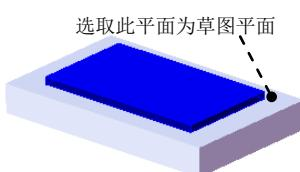
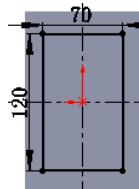

图 17.8.5 凸台一拉伸 2
图 17.8.6 横断面草图
Step3. 创建图 17.8.5 所示的零件基础特征——凸台一拉伸 2。选择下拉菜单 **插入(I)** → **凸台/基体(B)** → **拉伸(E)...** 命令；选取图 17.8.5 所示的面作为草图平面，绘制图 17.8.6 所示的横断面草图；采用系统默认的深度方向，在 **方向1** 区域的 **下拉列表** 中选择 **给定深度** 选项，在 **深度** 文本框中输入深度值 5.0，并选中 **合并结果(M)** 复选框。